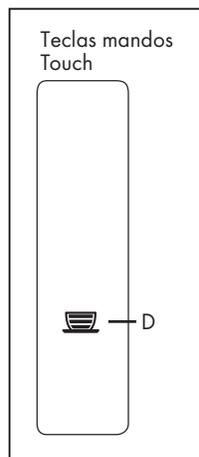

Fig. 8
• Encienda el aparato y dentro de un segundo pulse y mantenga pulsado por unos 3 segundos la tecla  (D) **(Fig. 8)**.